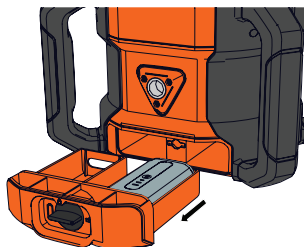

Figure 5
2. Retirer le compartiment de piles du laser rotatif. (Figure 5)